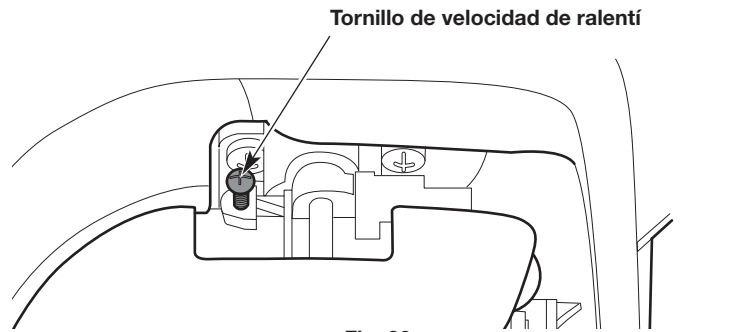

Fig. 30
- Si el motor se para, aumente la velocidad de ralentí. Use un destornillador Phillips pequeño para girar el tornillo de velocidad de ralentí en el sentido de las agujas del reloj, 1/8 de giro cada vez hasta que el motor funciona al ralentí de manera uniforme (Fig. 30).
- Si el cabezal de corte gira cuando el motor funciona al ralentí, reduzca la velocidad de ralentí. Gire el tornillo de velocidad de ralentí en el sentido contrario de las agujas del reloj, 1/8 de giro cada vez, hasta que se detenga el cabezal de corte (Fig. 30).